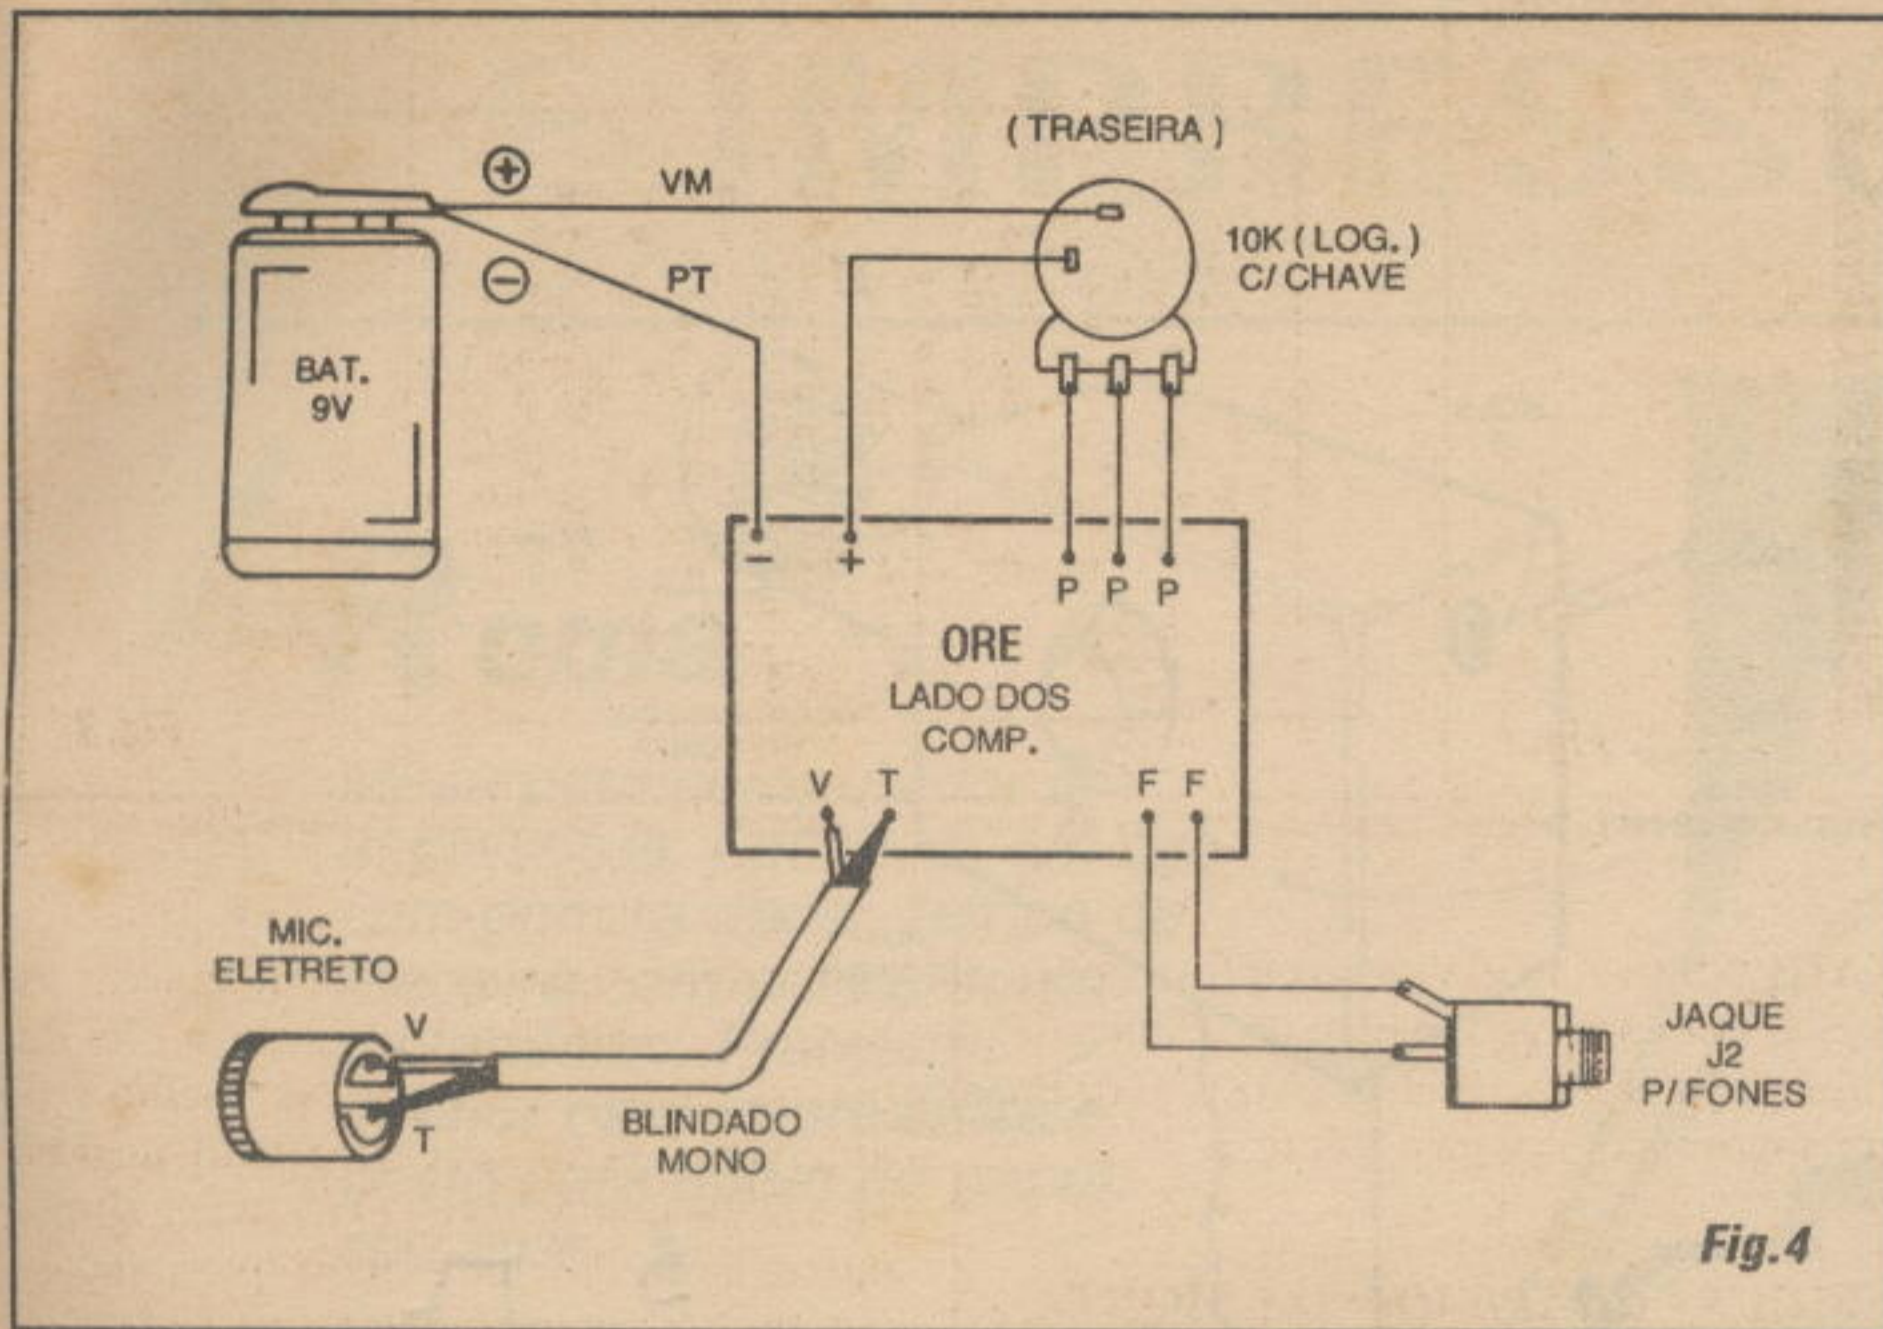

Fig.4
**- FIG. 4 - CONEXÕES EXTERNAS À PLACA** - Também não são muitas as ligações da placa *para fora*, porém tratam-se de *caminhos* **muito** importantes, nos quais qualquer *errinho* poderá *danar tudo* em termos de funcionamento do **ORE**... Observar, então, com muito cuidado e atenção, as conexões aos terminais dos potenciômetros (dos pontos **P-P-P** da placa...), verificando que este é visto pela *traseira*, na figura... Notar também (e res-